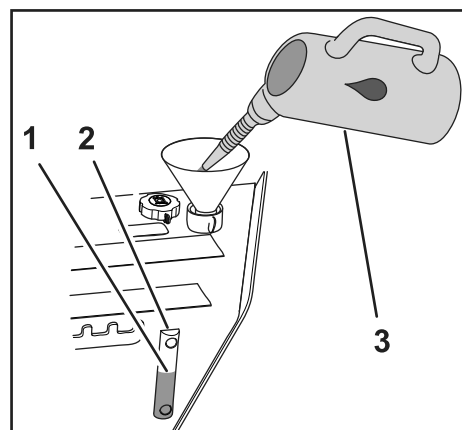

Figure 93
1. Remplissez le réservoir de liquide hydraulique spécifié jusqu'à ce que le niveau soit au centre du regard (Figure 93).
3. Remettez le bouchon de remplissage/reniflard en place (Figure 93).